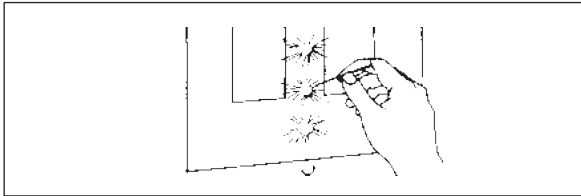

Fig. 35
1. Forare la pellicola in vari punti intorno ai rivetti con uno spillo o un forabolle (non usare bisturi o taglierino), liberare l'aria intrappolata premendo verso i segni del foro con un dito o una spatola. Fig. 35